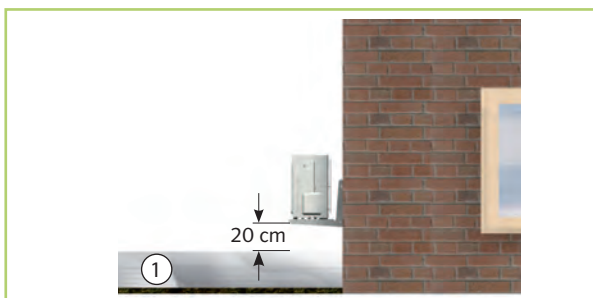

Abb. 24: Schutz vor Schnee
- Werden die Außenmodule in einer Gegend mit starkem Wind aufgestellt, muss das Gerät vor dem Wind geschützt werden (Abb. 23). Bei der Montage sind Schneegrenzen zu beachten (Abb. 24).
- Beachten Sie bei der Aufstellung die zu erwartende Schneehöhe und eine Erhöhung um ca. 20 cm, damit ganzjährig ein freies Ansaugen und Ausblasen der Außenluft gewährleistet werden kann (Abb. 24).